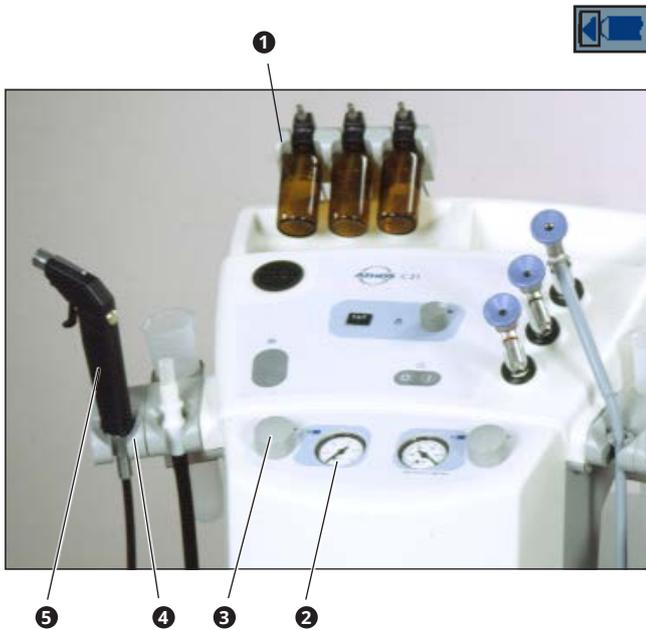

Fig. 17. Système d'air comprimé
- Réglage de la puissance d'air comprimé par bouton de régulation en combinaison avec l'affichage d'air comprimé (3, fig. 17 et 2, fig. 17).
- Le système de lavage d'oreille est alimenté par de l'eau chauffée (37°C) dans un réservoir de 4,5 l (③, Fig. 17). Ce réservoir peut être facilement rempli, nettoyé et désinfecté. La pompe s'active automatiquement uniquement lorsque la pression chute. La pression d'eau et le débit peuvent être régulés au niveau de la gachette de la poignée d'irrigation. L'interrupteur ①, figure 17 a permet d'allumer ou d'éteindre le système de rinçage d'oreille.